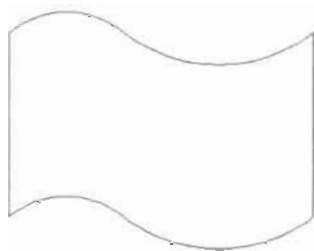

图 3-142
(9) 单击“修改”工具栏中的“复制”按钮, 复制圆弧, 如图 3-142 所示, 命令执行过程如下。